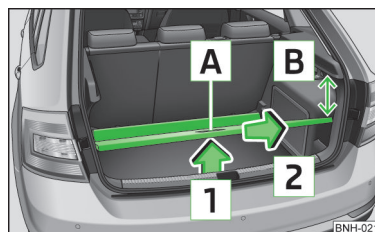

Fig. 72
- ▶ Prindeți podeaua variabilă de mânerul **A** » fig. 72.
- La scoaterea, respectiv introducerea podelei variabile, se va respecta distanța maximă de 15 cm [B] » fig. 72 sub masca portbagajului - există pericol de deteriorare a garniturii capotei portbagajului.